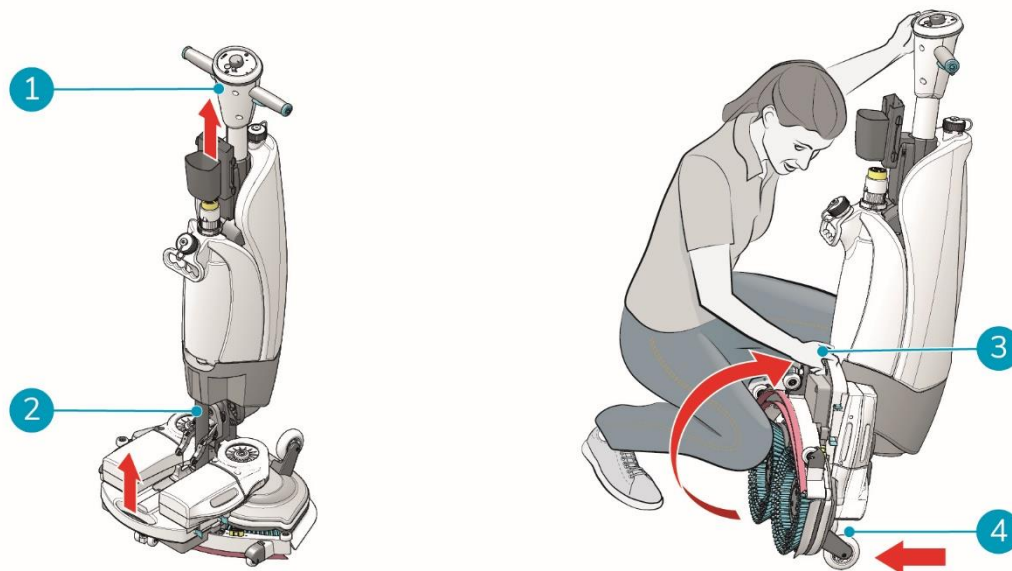

Figure 6
1. Assurez-vous que le tuyau d'aspiration (Figure 6, pos 2) soit repoussé à l'intérieur de la machine afin qu'il ne soit pas écrasé.
2. Accroupissez-vous et tenez la poignée (Figure 6 pos 1) d'une main tout en tenant le plateau de lavage (Figure 6, pos 3) de l'autre main.